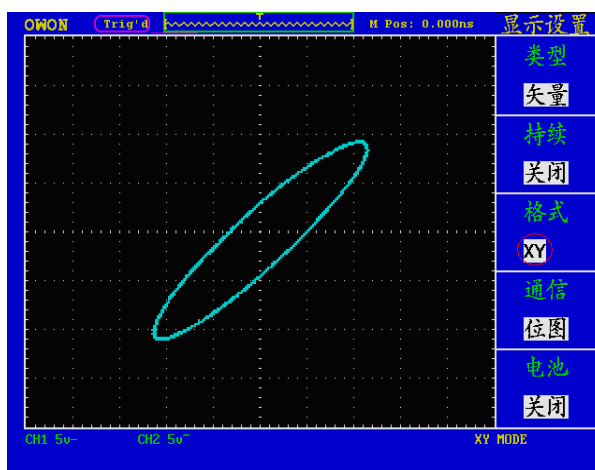

图5-35: XY显示模式
2、按 F3 菜单选择键，选择格式为 XY。显示方式改变为 XY 模式，见图 5-35：